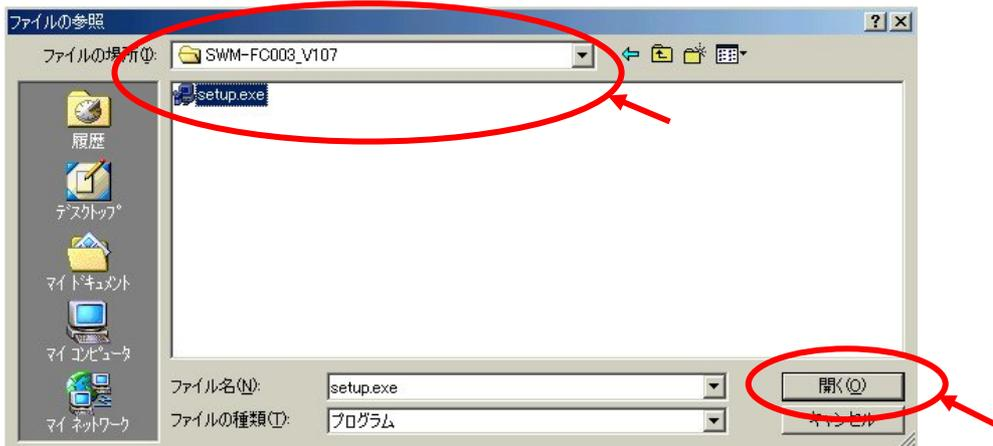

図1.2-4
- (4) SWM-FC003_Vxxxフォルダ内、セットアップファイル "setup.exe" を選択し、[開く(O)]ボタンをクリックしてください。(図1.2-4)